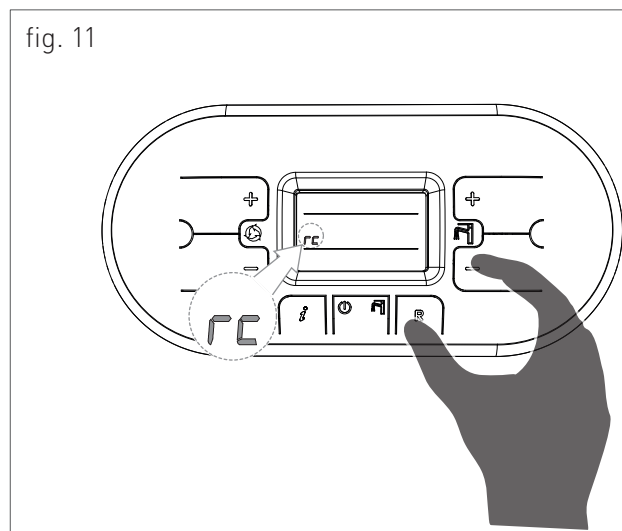

fig. 11
- › Activer le mode de recirculation en appuyant simultanément sur les boutons 'R' et '−' du tableau de commande (figure 11). L'activation du mode de recirculation est affichée sur le tableau de commande par le 'rc'.